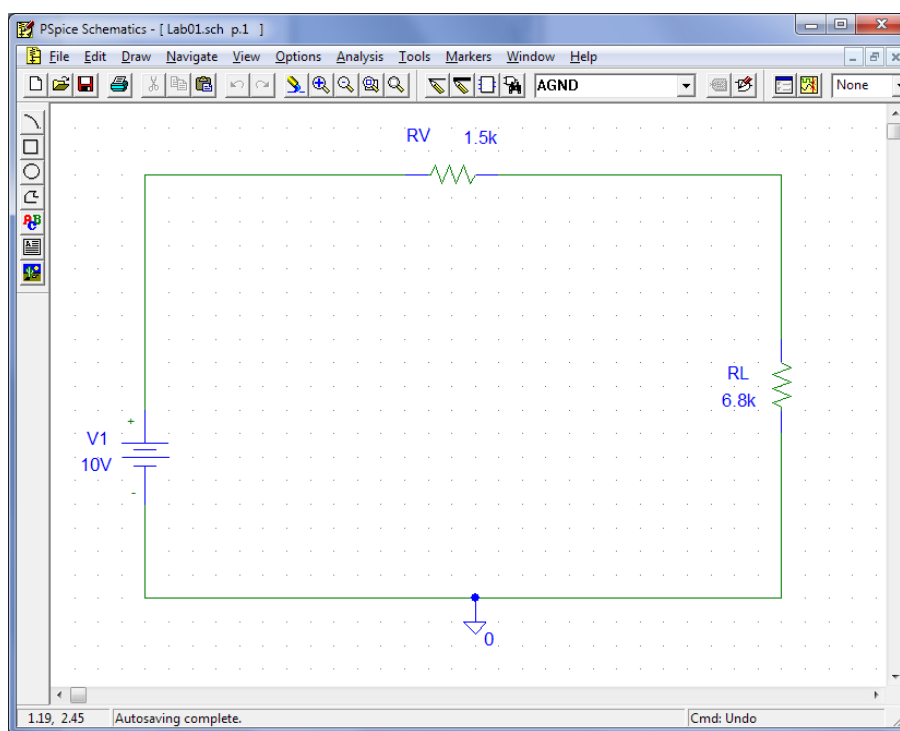

Рис. 13.1. Схема послідовного кола
1) Спершу завантажте схему послідовного кола (рис. 13.1), що містить два резистори, яку ви накреслили, виконуючи першу роботу, і зберегли під ім'ям Lab01.sch в теці Student# (як ви пам'ятаєте, коло містить резистор RV опором 1.5 кОм, резистор RL опором 6.8 кОм і джерело струму DC з постійною напругою 10 В).